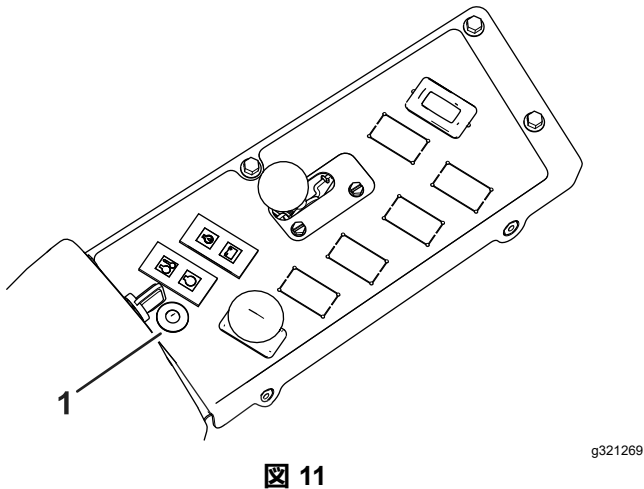

図 11
A. コンソールの LED ライト (図 11):
- i. センサーのキャリブレーション中は LED ライト (図 11) が点滅する。